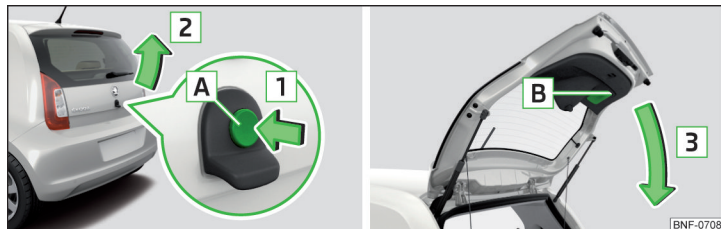

Fig. 32 Åbning/lukning af bagklap
Knappen **A** » Fig. 32 på side 44 deaktiveres ved igangsætning eller fra en hastighed på mere end 9 km/h. Når du standser og åbner en dør, aktiveres knappen igen.
- For at **åbne** skal du trykke på knappen **A** i pilens retning **1** » Fig. 32.